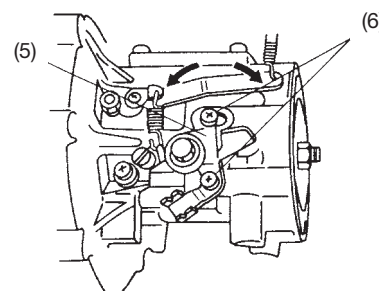

Fig. 12C
- 2) For å justere turtallsregulatoren løsnes skruen (6) som fester regulatorarmenheten (5) til motorhuset, og enheten beveges til venstre eller høyre for å oppnå den maksimale hastigheten på 6500 omdreininger per minutt (bevegelse av regulatorarmenheten til venstre gir høyere turtall, til høyre gir lavere turtall) (Fig 12C)